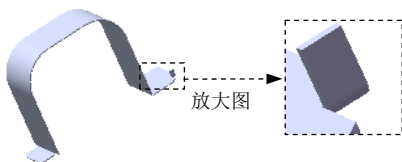
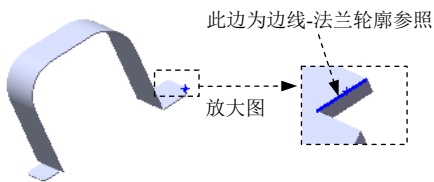

图 7.7.30 边线-法兰 3
图 7.7.31 选取边线-法兰轮廓边线
Step5. 创建图 7.7.30 所示的钣金特征——边线-法兰 3。选择下拉菜单 **插入(I)**  **钣金(B)**  **边线法兰(E)...** 命令; 选取图 7.7.31 所示的边线为边线-法兰轮廓的边线; 在 **角度(G)** 区域的  文本框中输入角度值 90.0; 在“边线-法兰”对话框的 **法兰长度(L)** 区域的  下拉列表中选择 **给定深度** 选项, 在  文本框中输入深度值 3.0; 在此区域中单击“外部虚拟交点”按钮 ; 在 **法兰位置(N)** 区域中单击“材料在外”按钮 ; 单击  按钮, 完成边线-法兰 3 的创建。